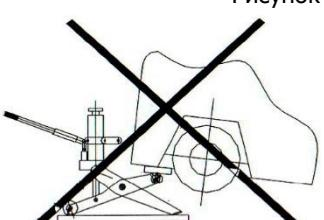

Рисунок 7.
- Не используйте какие-либо «временные опоры» под домкратом и/или на подъемной площадке. Домкрат должен всегда оставаться в контакте с полом, а подъемная площадка и/или зубчатая накладка всегда соприкасаться с погрузчиком (см. рисунок 7). Держите руки, ноги и другие части тела подальше от ножниц подъемного механизма.